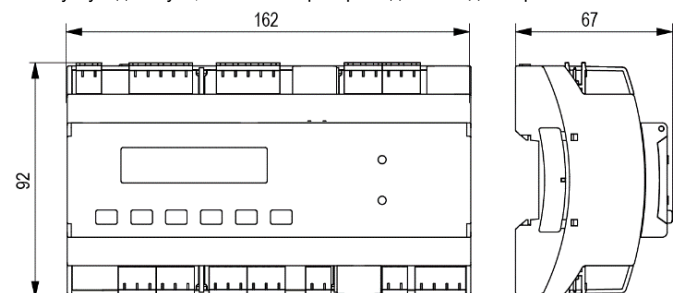

Рисунок 2 – Габаритний креслення пристрою
1. Підготувати на DIN-рейці місце для встановлення пристрою відповідно до розмірів пристрою (див. *рисунок 2*).